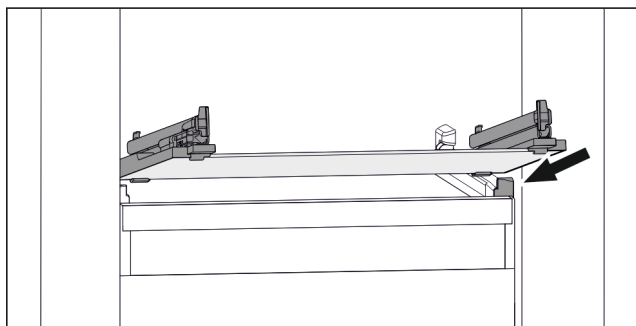

Fig. 77 Beispielhafte Darstellung der Glasplatte
- Glasplatte schräg hinter den Stopperrn aufsetzen. (siehe Fig. 77)